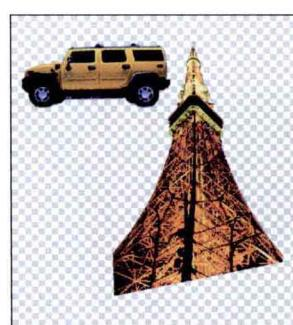

图 1-39
**34** 打开素材文件。选择“文件”|“打开”命令，打开光盘中的“地产宣传页设计/素材 6”文件，效果如图 1-39 所示。